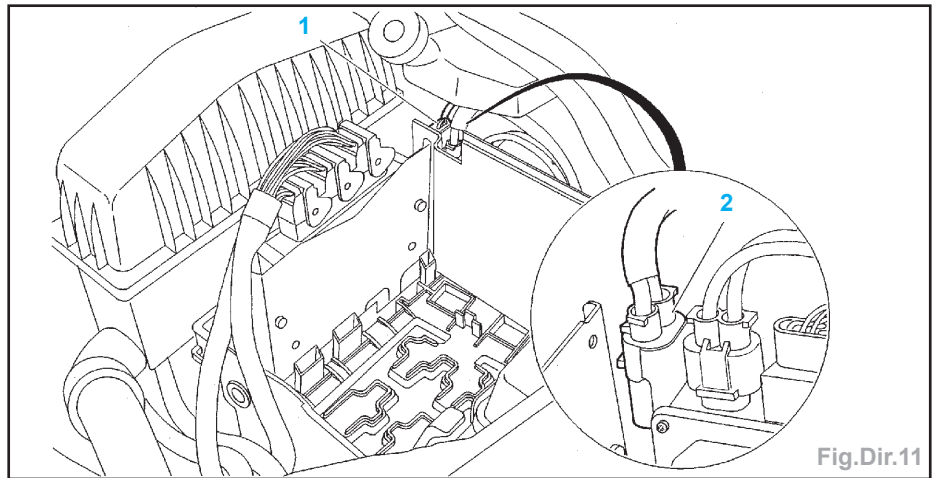

Fig.Dir.11
- Débrancher les connecteurs (1) et (2) (Fig.Dir.11).